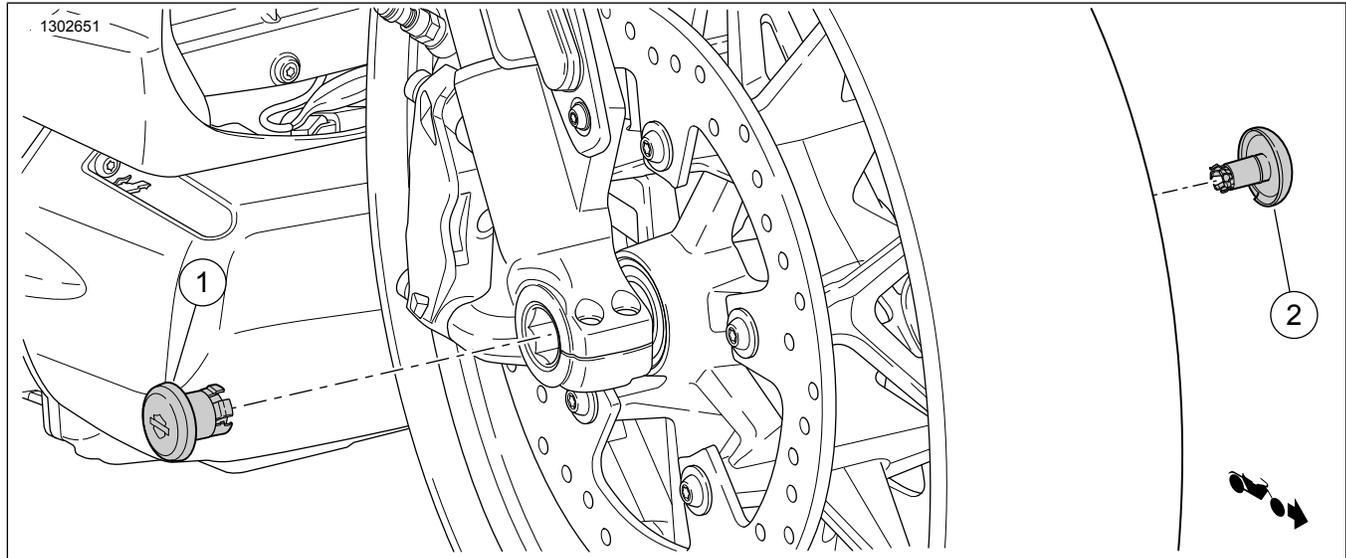

Abbildung 1. Inhalt des Satzes: Achsabdeckungen
1. Abbildung 1 Die Originalausstattung (Original) -Achsabdeckungen (1, 2) öffnen.
1. Abbildung 1 Die **neue** rechte (sechskantige) Achsabdeckung (1) anbringen.
2. Abbildung 1 Die **neue** linke (runde) Achsabdeckung (2) anbringen.